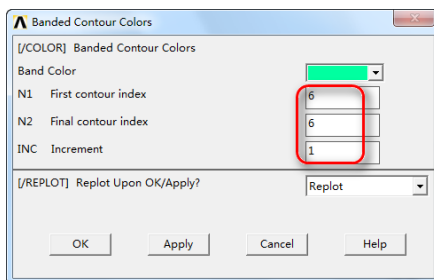

图 7-41 云图颜色设置
④GUI 操作: PlotCtrls > Style > Colors > Banded Contours Colors, 在弹出图 7-41 中将 “band color” 选择选定等应力线的颜色, 选定等应力线由 “N1,N2,INC” 决定。